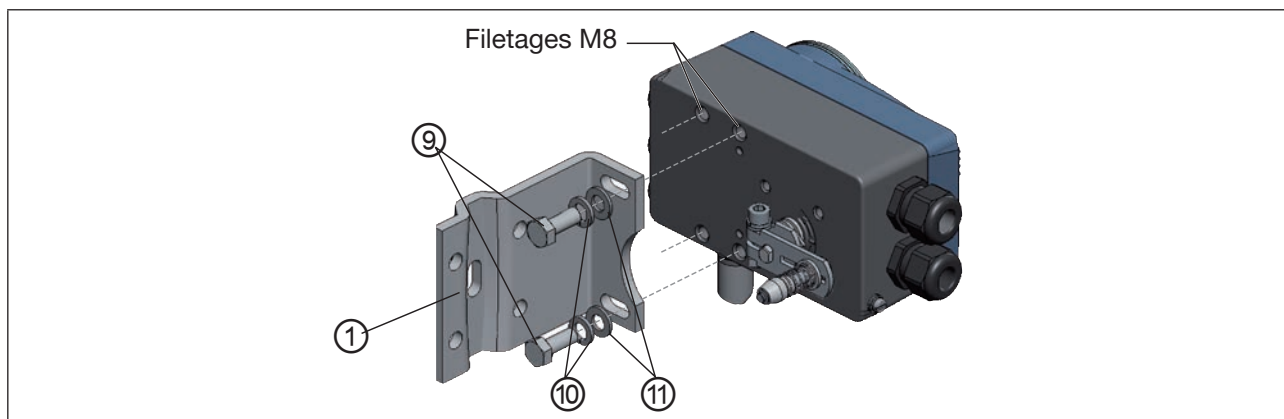

Figure 24 : Fixer l'équerre de montage
→ Fixer l'équerre de montage (1) avec les vis à tête hexagonale (9), la rondelle élastique (10) et les rondelles (11) au dos du positionneur (voir « Figure 24 »).